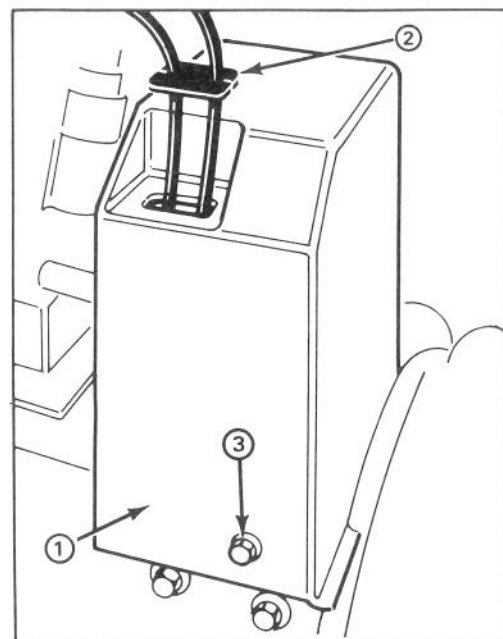

Abbildung 3
8. Obere Riemenabdeckung mit 3 Kopfschrauben an Motorrahmen befestigen (Abb. 3)
9. Kabelabdeckung auf Kabel schieben und in Loch im Riemenabdeckung bringen. (Abb. 3)